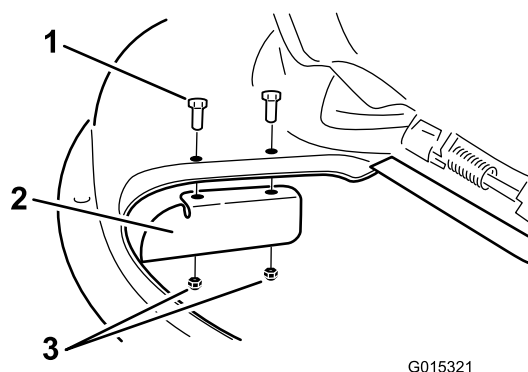

Figura 30
9. Instale la placa deflectora en la carcasa de corte (Figura 30).
3. Retire la placa deflectora de la carcasa de corte (Figura 30).